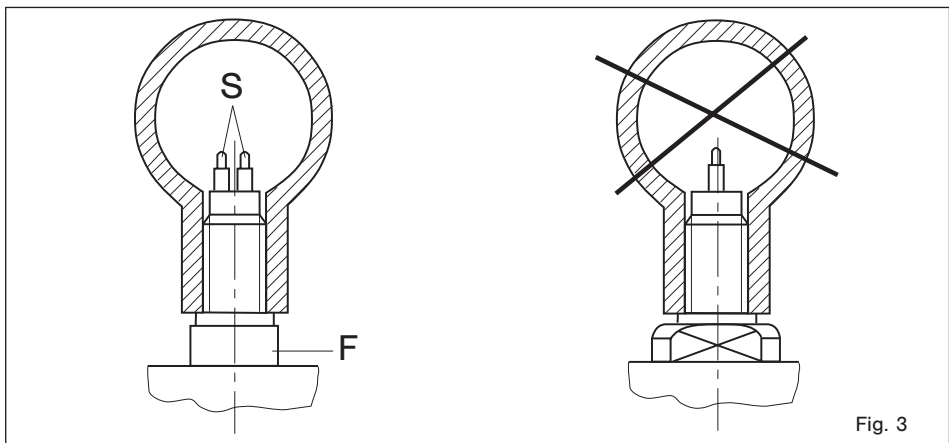
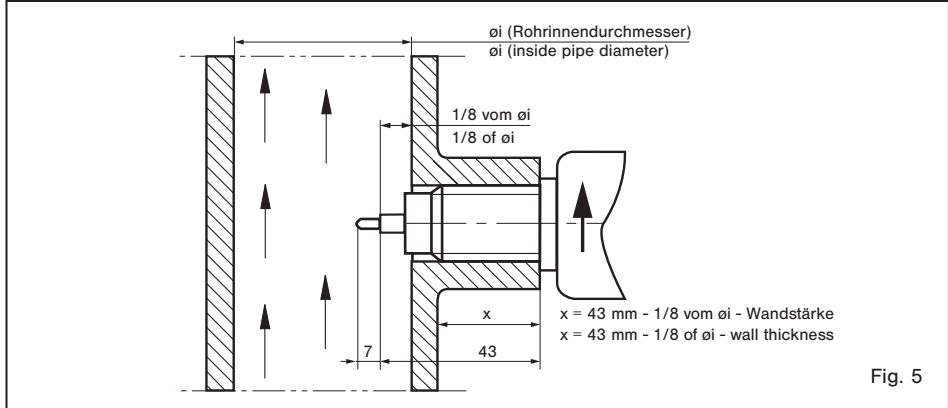

Fig. 3
Fig. 5
- 2 Die Messfühler (S) müssen nebeneinander im Rohr liegen (siehe Fig. 3):
- 2 The two sensors (S) must be side by side across the direction of flow (see fig. 3):
Die beiden Messfühler (S) müssen im eingebauten Zustand nebeneinander im Strömungsmedium liegen. Dies ist der Fall, wenn die Schlüsselansatzflächen (F) parallel zur Rohrleitung stehen (siehe Fig. 3). Bis 56 mm Rohrdurchmesser muss der Einschraubstutzen bündig mit der Rohrwand sein. Größer 56 mm Rohrdurchmesser muss die Fühlermitte (schräger Absatz) auf 1/8 des Rohrdurchmessers eingeschraubt werden. Der Pfeil (Laserbeschriftung) an der Seite des Gehäuses muss in Strömungsrichtung zeigen (siehe Fig. 5).
The two sensors (S) of the flow meter must be aligned side by side directly across the direction of flow. The sensors are correctly positioned when the wrench flats (F) are aligned parallel with the pipe (see fig. 3). For inside pipe diameters up to 56 mm (2.2 in) the shaft end must be in line with the inner pipe wall. For inside pipe diameters above 56 mm (2.2 in) the shoulder of the two sensors (7 mm (0.28 in) from the tip) must be positioned at 1/8 of inside pipe diameter  $\varnothing i$ . The arrow (laser marking) at the side of the housing must show in direction of flow (see fig. 5).
Die beiden Messfühler (S) müssen im eingebauten Zustand nebeneinander im Strömungsmedium liegen. Dies ist der Fall, wenn die Schlüsselansatzflächen (F) parallel zur Rohrleitung stehen (siehe Fig. 3). Die Fühlermitte (schräger Absatz) muss bei 1/8 des Rohrinneindurchmessers positioniert werden. Der Pfeil (Laserbeschriftung) an der Seite des Gehäuses muss in Strömungsrichtung zeigen (siehe Fig. 7).
The two sensors (S) on the flow meter must be aligned side by side directly across the direction of flow. The sensors are correctly positioned when the wrench flats (F) are aligned parallel with the pipe (see fig. 3). The shoulder of the two sensors (7 mm (0.28 in) from the tip) must be positioned at 1/8 of inside pipe diameter  $\varnothing i$ . The arrow (laser marking) at the side of the housing must show in direction of flow (see fig. 7).